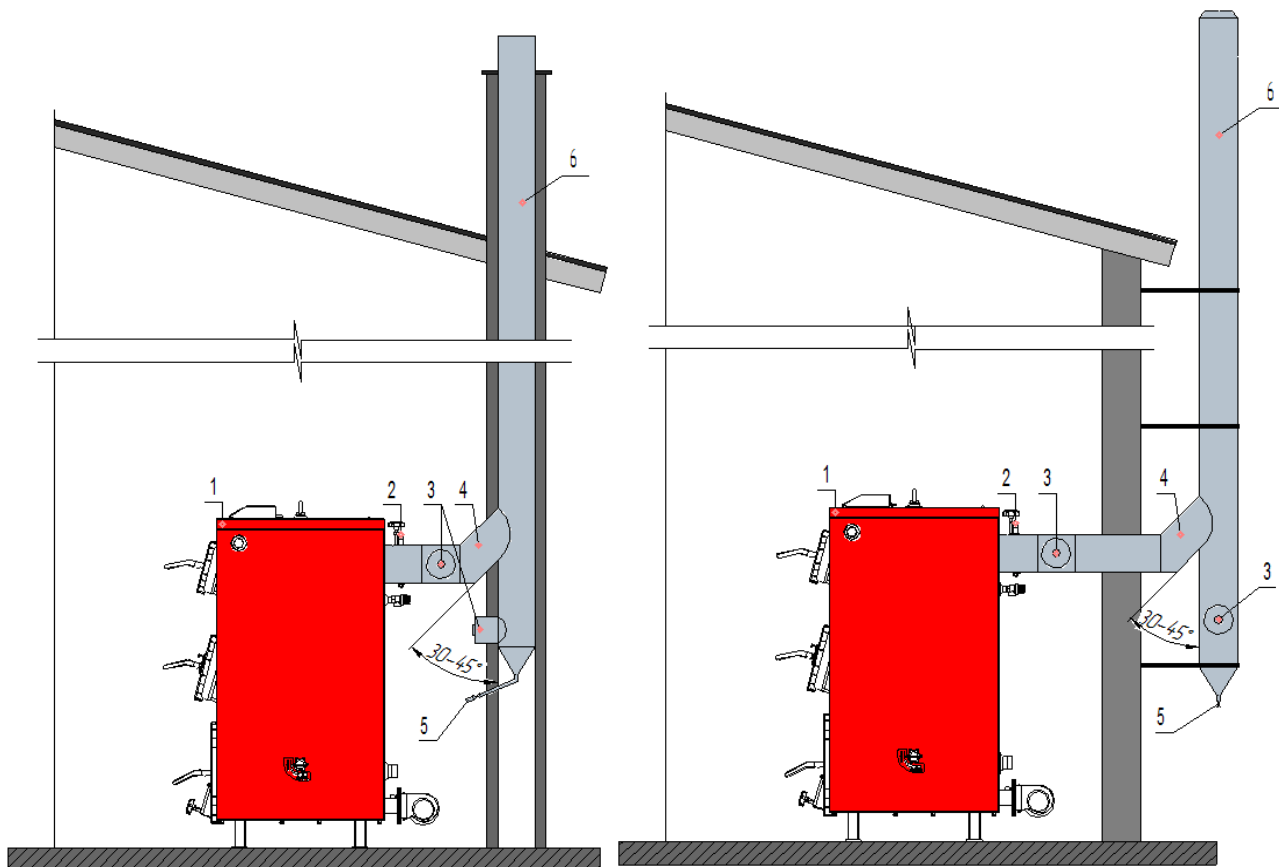

Рис.10 Рекомендована схема по під'єднанню котла до димоходу
7.6.6. Забороняється монтувати димохід (димову трубу) безпосередньо на димоході котла. Рекомендована монтажна схема підключення котла до димоходу показана на (Рис.10).